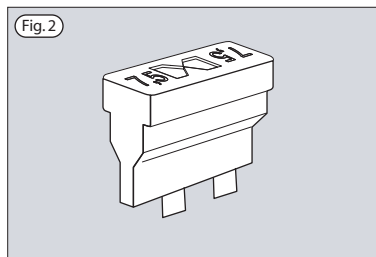

Fig. 2
- Controlla lo spessore del materiale d'attrito (fig. 2). Se lo spessore è ridotto a 1 mm o meno, rivolgiti immediatamente ad un Concessionario o Officina Autorizzata Benelli per effettuare la sostituzione.
- Check the friction material thickness (fig. 2). If thickness is equal to 1 mm or less, immediately apply to a Benelli Dealer or Authorized Workshop to have it renewed.
If the electrical equipment of your scooter gives no signs of life when the ignition key is turned, check the fuse condition by inspecting the reed located on top of the fuse (see figure 2). If the fuse has blown, immediately contact a Benelli Dealer or Authorized Workshop to have the electrical equipment checked.
Dans le cas où le circuit électrique du scooter ne fonctionne pas lorsqu'on met le contact, contrôler l'intégrité du fusible en observant la lamelle placée dans la partie supérieure du fusible (voir fig.2). Si le fusible est hors d'usage, s'adresser directement à un Concessionnaire ou un Garage Agréé Benelli pour le contrôle du circuit électrique.
Die Sicherungen befinden sich im Batterieraum. Die Sicherungen dienen dazu eventuelle Überlastungen der Stromkreise oder Kurzschlüsse zu verhindern, die die elektrische Anlage beschädigen könnten. Falls die elektrische Anlage nach dem Anlassen mit dem Zündschlüssel kein Lebenszeichen von sich gibt, kontrolliere, ob die Sicherung intakt ist; der Zustand der Sicherung kann anhand der Lamelle im oberen Teil der Sicherung festgestellt werden (Siehe Abb.2). Ist die Sicherung durchgebrannt, wenden Sie sich an einen Benelli Sport Vertragshändler oder den Benelli Kundendienst, damit die Ursache gefunden und beseitigt werden kann, die zum Durchbrennen der Sicherung geführt hat.
En el caso que la instalación eléctrica del scooter no dé señales de vida no obstante se accione la llave de arranque, verificar que el fusible no esté quemado observando el estado de la lámina situada en la parte superior del fusible (véase fig.2). Si el fusible está dañado, dirigirse inmediatamente a un Concesionario o Taller Autorizado Benelli para el control de la instalación eléctrica.